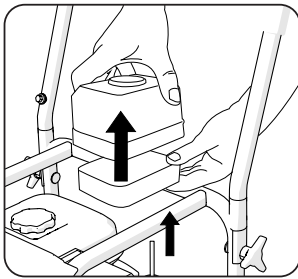

Fig. 22
- Retire de la carcasa el elemento del filtro de aire. **(Fig. 22)**